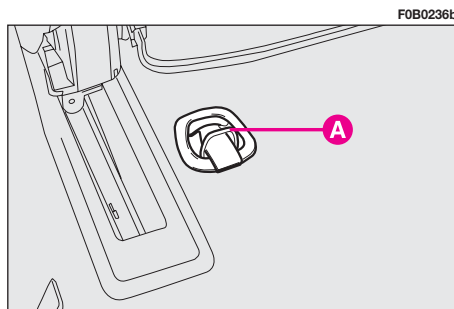

fig. 72
– pour les sièges tournés vers l'avant, accrocher la sangle supérieure (disponible dans la poche supérieure du siège) à l'anneau **A**-fig. 72 aménagé sur le plancher derrière le siège: